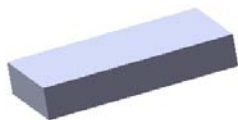
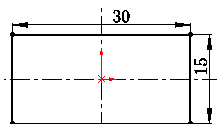

图 14.3.2 凸台一拉伸 1
图 14.3.3 横断面草图
Step2. 创建图 14.3.2 所示的零件基础特征——凸台一拉伸 1。
(1) 选择命令。选择下拉菜单 **插入(I)** → **凸台/基体(B)** → **拉伸(E)...** 命令(或单击“特征(F)”工具栏中的 按钮)。
(2) 定义特征的横断面草图。
① 定义草图基准面。选取前视基准面作为草图基准面。
② 定义横断面草图。在草图环境中绘制图 14.3.3 所示的横断面草图。
③ 选择下拉菜单 **插入(I)** → **退出草图** 命令，退出草图环境，此时系统弹出“凸台一拉伸”对话框。
(3) 定义拉伸深度属性。
① 定义深度方向。采用系统默认的深度方向。
② 定义深度类型和深度值。在“凸台一拉伸”对话框 **方向1** 区域的下拉列表中选择 **给定深度** 选项，在 中输入深度值 5.0。